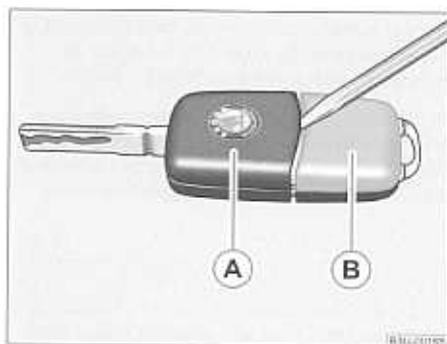

Fig. 19: Desconectar la llave plegable.
Cada llave con radiotelemando contiene una pila que se encuentra en la tapa (B) de la carcasa de la emisora → fig. 19. Le recomendamos que lleve a cambiar la pila de la llave a un Servicio Oficial Škoda. No obstante, si desea cambiar usted mismo la pila usada, haga lo siguiente:
- Apalancando con cuidado mediante un destornillado delgado, separar la parte (A) → fig. 19 de la llave de la carcasa de la emisora (B).